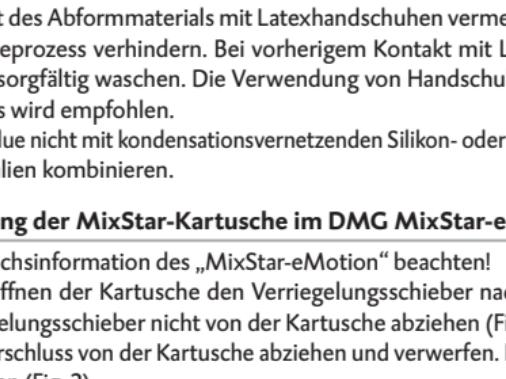

Fig. 5
1. Den Hebel [Fig. 5, Pos. A] an der Rückseite des Automix-Dispensers nach oben drücken und den Schieber [Fig. 5, Pos. B] vollständig zurückziehen.
2. Kunststoffriegel [Fig. 5, Pos. C] nach oben klappen, die Kartusche einsetzen und mit dem Kunststoffriegel [Fig. 5, Pos. C] arretieren.
1. Kartuschenkappe [Fig. 5, Pos. D] oder benutzte Mischkanüle nach Drehung um 90° gegen den Uhrzeigersinn abziehen und verwerfen.
2. Neue Mischkanüle [Fig. 5, Pos. E] aufsetzen.
- Das Material durch Betätigen des Hebels [Fig. 5, Pos. F] am Automix-Dispenser in der Mischkanüle mischen und direkt applizieren.
2. Kunststoffriegel [Fig. 5, Pos. C] nach oben klappen und die Kartusche entnehmen.